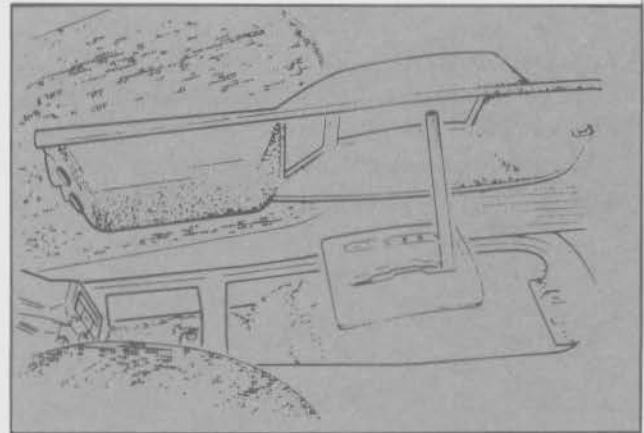

Fig. 135 - Extracción de la parte central de la consola
- Retirar los tornillos de sujeción y extraer la parte central de la consola (Fig. 135)